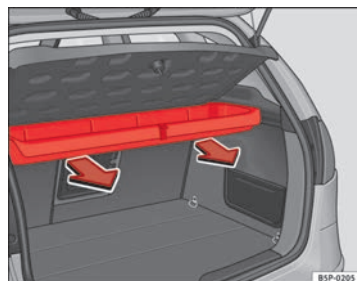

Fig. 123 Démontage du casier de rangement
- Tirer vers l'extérieur jusqu'à débloquer le casier des axes de rotation → fig. 123.